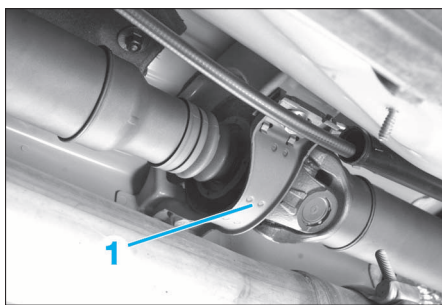

FIG. 28
- les fixations du palier intermédiaire de l'arbre de transmission longitudinale (1) (Fig.28).